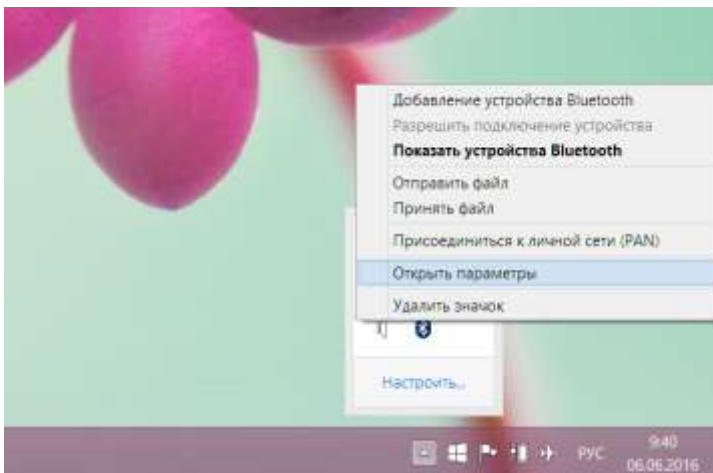

Рисунок 4. Меню Bluetooth в Windows 7-10
- в появившемся контекстном меню выбрать пункт «Открыть параметры» (см. Рис. 4);